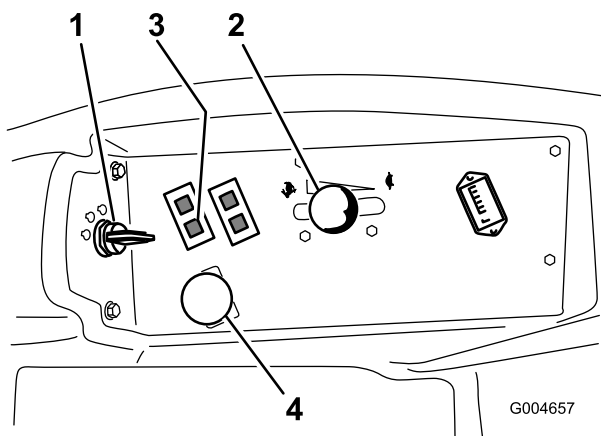

Figure 16
4. Placez la commande de prise de force (PDF) en position désengagée (Figure 16).
5. Réglez la commande d'accélérateur à mi-course entre les positions bas et haut régime (Figure 16).